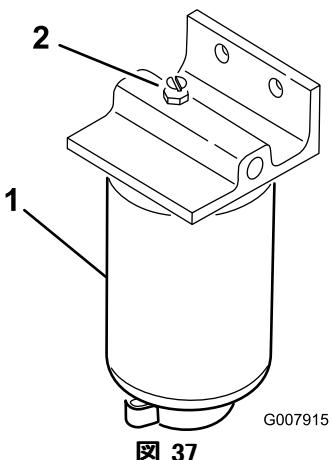

図 37
3. 燃料フィルタ・水セパレータ（図 37）のエア抜きプラグを開ける。